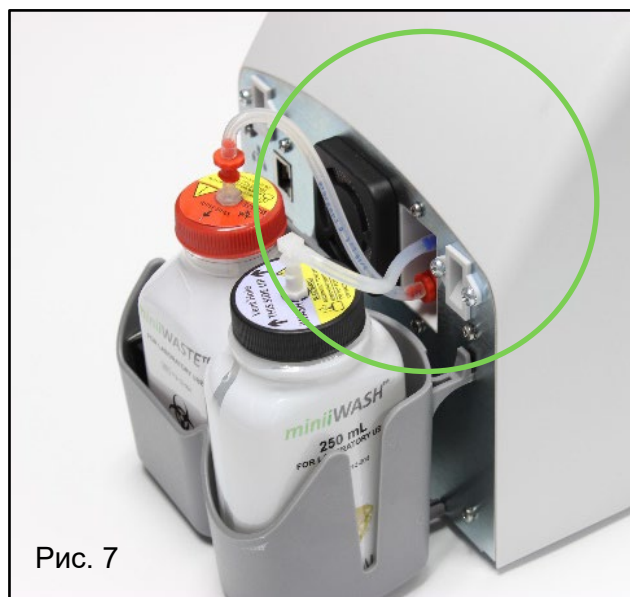

Рис. 7
2.4.2. Подсоединение бутылки miniWASTE (рис. 7, 8):
2.4.3. Подсоединение бутылки miniWASH (рис. 7, 8):
2.4.4. Поместите обе подсоединенные бутылки в лоток для бутылок (рис. 7).